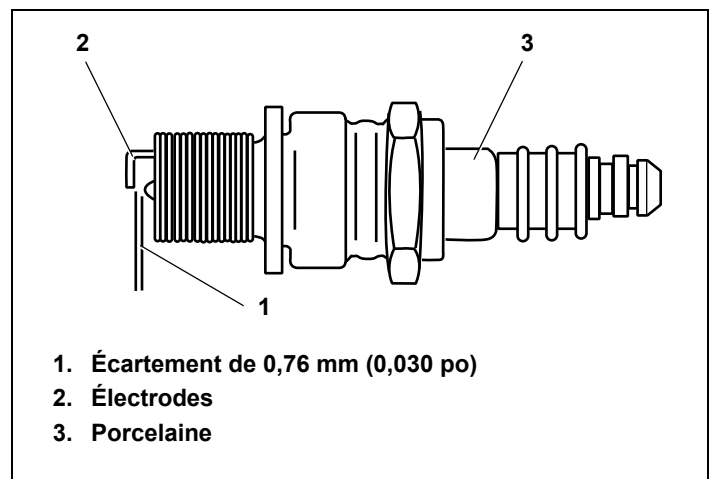

Figure 23. Bougie
4. Vérifiez l'écartement entre électrodes au moyen d'une jauge d'épaisseur à lames et réglez au besoin cet écartement à 0,76 mm (0,030 po). Voir la Figure 23.